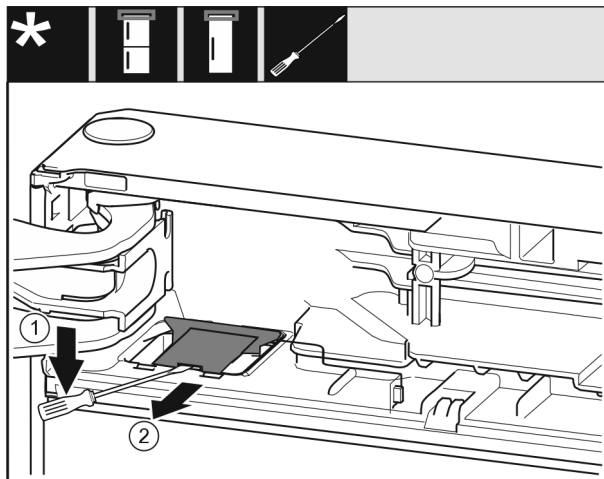

Fig. 10
- ▶ Bänd loss skyddet med en spårskruvmejsel och lyft upp det. Fig. 10 (1)
- ▶ Ta ut skyddet. Fig. 10 (2)